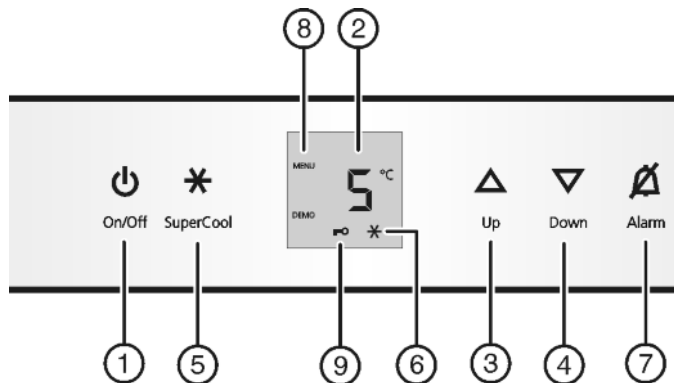

Fig. 2
- ▶ Натисніть клавішу On/Off Fig. 2 (1).
- ▶ Вмикання режиму налаштування: натисніть кнопку SuperCool Fig. 2 (5) і утримуйте близько 5 секунд.
- ▶ Для підтвердження натисніть і швидко відпустіть клавішу SuperCool Fig. 2 (5).
- ▶ Для увімкнення функції захисту натисніть і швидко відпустіть клавішу SuperCool Fig. 2 (5).
- ▷ Світиться символ "Функція захисту" Fig. 2 (9). На індикаторі блимає c.
- ▶ Для вимкнення функції захисту натисніть і швидко відпустіть клавішу SuperCool Fig. 2 (5).
- ▷ Гасне символ функції захисту Fig. 2 (9). На індикаторі блимає c.
- ▶ Вихід з режиму настройки: Натисніть клавішу On/Off Fig. 2 (1).
- ▶ натисніть сигнальну клавішу Alarm Fig. 2 (7).
- ▶ Настройка більш високої температури: Натисніть клавішу Up Fig. 2 (3).
- ▶ Настройка більш низької температури: Натисніть клавішу Down Fig. 2 (4).
- ▶ натисніть і швидко відпустіть клавішу SuperCool Fig. 2 (5).
- ▷ Світиться символ SuperCool Fig. 2 (6).
- ▷ Вимикається символ SuperCool Fig. 2 (6).